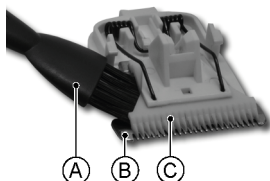

Abbildung 6: Reinigung der Klingen
2. Reinigen Sie den Schneidkopf mit der mitgelieferten Reinigungsbürste (Figure 6, A).
3. Entfernen Sie mit der Reinigungsbürste ((Figure 6, A) die restlichen Haare, die sich zwischen den festen (Figure 6, B) und den beweglichen (Figure 6, C) Klingen abgelagert haben. Entfernen Sie nie die Klingen und die Federn von der Halterung.